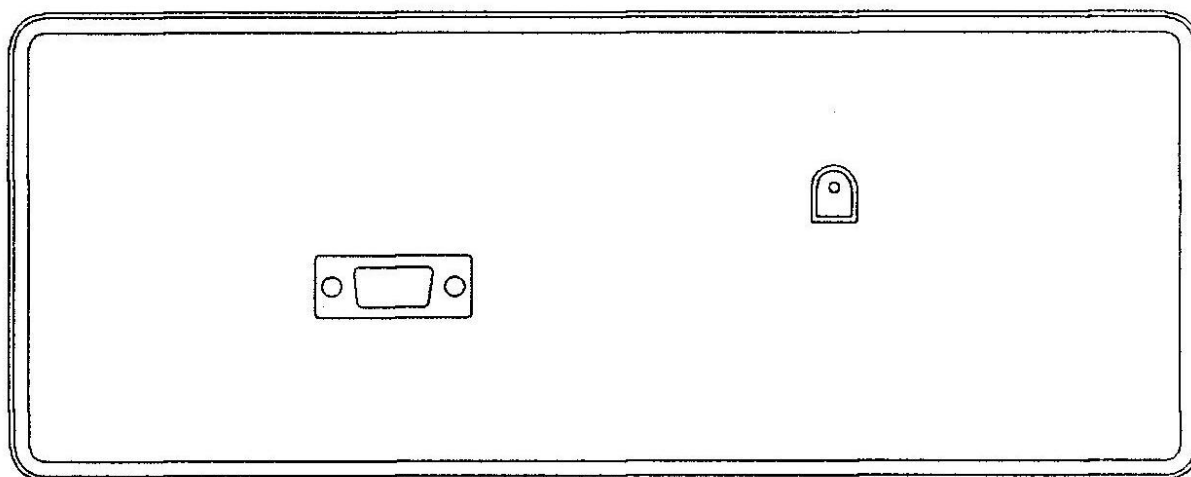

Рис. 2. Задняя панель
– на задней панели (рис. 2) расположены разъемы питания и интерфейса RS-232.